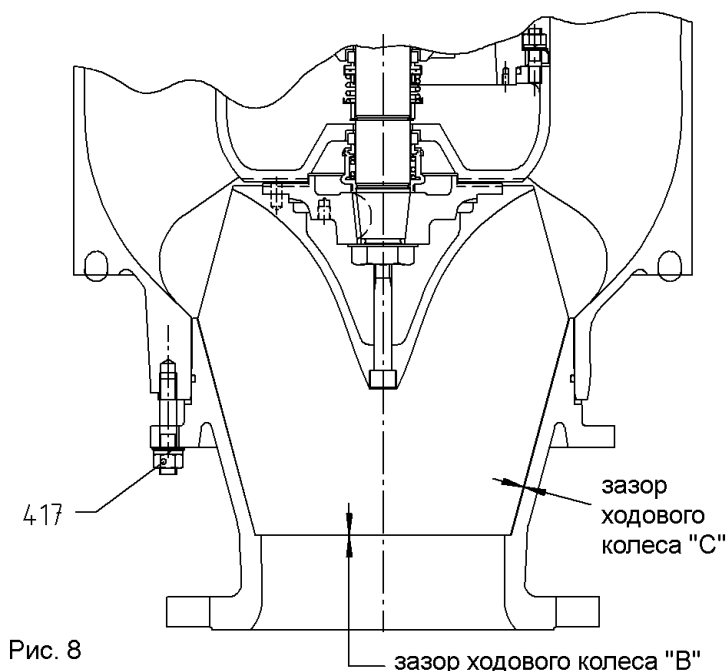

Рис. 8
- При плотных грязях и веществах с высокой консистенцией может быть необходимо удвоить указанный размер зазора на рис. 8.
- Регулируемые насосы могут регулироваться посредством входного подвижного конуса (421). Для этого служат три внешних регулировочных втулки (422) на входной крышке (416) или на корпусе (400). Помповый код содержит букву "R" (часть 1.3).
- У других насосов есть цельная всасывающая крышка (402) или, в насосах типа D04A, фиксированный входной конус (421). Они регулируются изменением толщины регулировочных прокладок (411) между всасывающей крышкой и корпусом (400).
Регулировочную втулку немного ослабить. Но предотвратить свободное вращение регулировочных втулок. Три шестигранные гайки (413) поджать (вследствие этого конус (421) отодвинется ходовым колесом (401) на необходимый зазор, одновременно регулировочные гайки зажимаются). Контролировать фактический зазор между ходовым колесом и входным конусом с помощью щупа (через всасывающее отверстие насоса). Если зазор "С" не соответствует значению таблиц (рис. 8), износ повышен или неравномерен. Рекомендация: Насос демонтировать и проверить.
Установить правильную толщину прокладок: Корпус опустить во всасывающую крышку, чтобы ходовое колесо больше не смогло поворачиваться. Щель между всасывающей крышкой и корпусом измерить в нескольких местах и рассчитать среднее значение. Указанную дистанцию "В" (рис. 8) суммировать с величиной измеренной щели. Это приблизительная, необходимая толщина прокладки для достижения нужной величины зазора "С" (рис. 8).
Крепления (417) ослабить и положить прокладки рассчитанной толщины между всасывающей крышкой и корпусом. Использовать уплотнительные шайбы с равномерной толщиной или U-образные прокладки. Они должны прокладываться при каждом креплении (417). Тонкие прокладки могут состоять из стальной проволоки (диаметр = рассчитанная толщина), которые наматываются под болтами (417) вокруг всей всасывающей крышки. Концы крайних болтов (417) загнуть наружу, чтобы они не перетирались. Крепления (417) снова закрутить и установить с помощью щупа фактический зазор между ходовым колесом и конусом (через всасывающее отверстие насоса). Если зазор "С" не соответствует значению таблиц (рис. 8), износ повышен или неравномерен. Рекомендация: Демонтаж